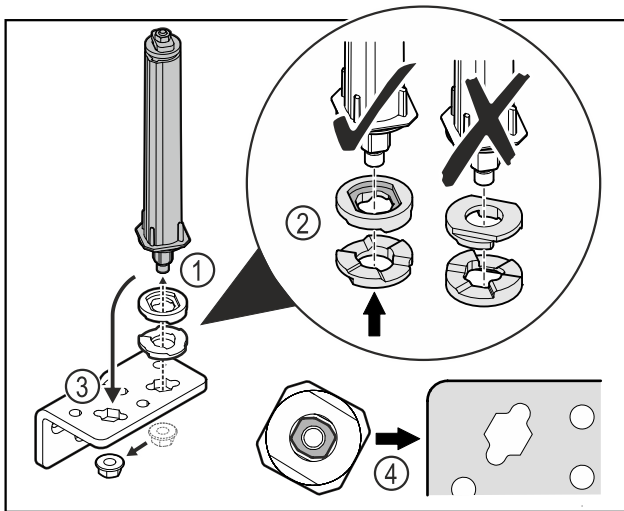

Fig. 33
- ▶ Mutter lösen und Türschließsystem entfernen Fig. 33 (1).
- ▶ Auf die korrekte Ausrichtung der Höhenverstellungsscheiben achten Fig. 33 (2).
- ▶ Türschließsystem im Scharnierwinkel umsetzen und mit der Mutter fixieren Fig. 33 (3).
- ▶ Beim Einsetzen auf die korrekte Ausrichtung des Türschließsystems achten Fig. 33 (4).